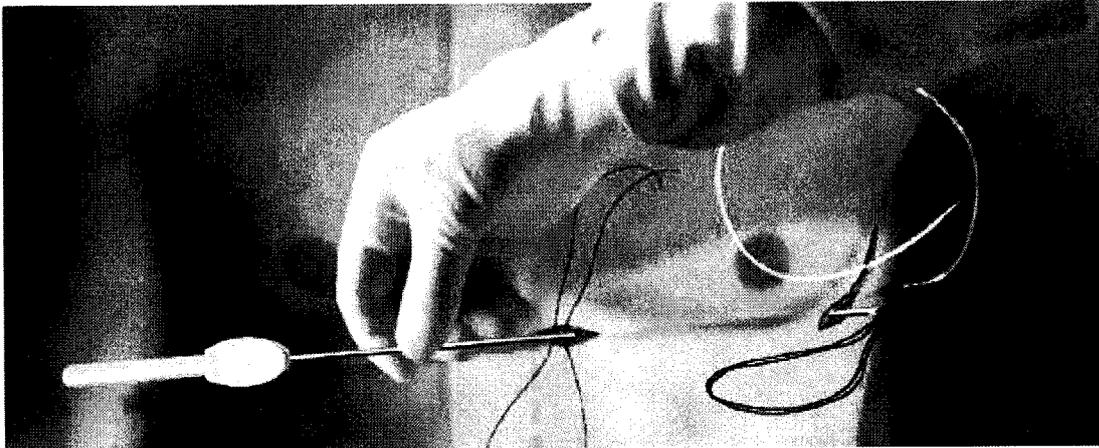

Figura 13: Conexión del extremo distal del electrodo al IIE.
3. Use el material de sutura convencional para atar el orificio de anclaje del electrodo al IIE formando un bucle de 15 o 16 cm de largo (Figura 13).